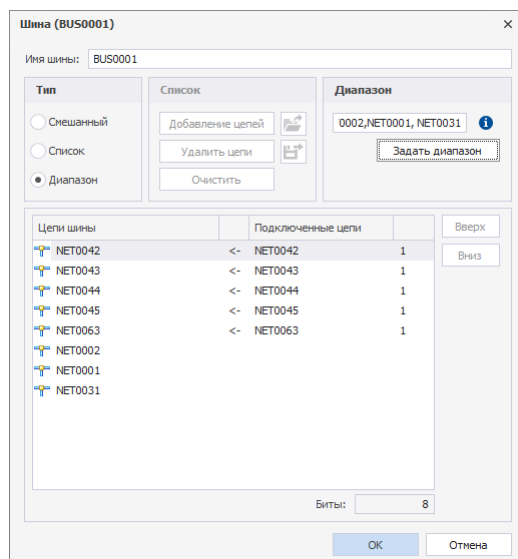

Рис. 170 Отображение списка созданных цепей
- Зафиксировать список цепей, нажав кнопку «ОК», см. Рис. 170.